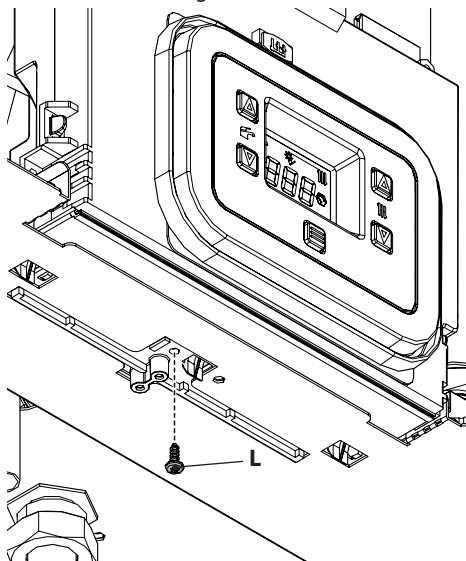

Figura 5.18
- Svitare la vite L (Figura 5.18).